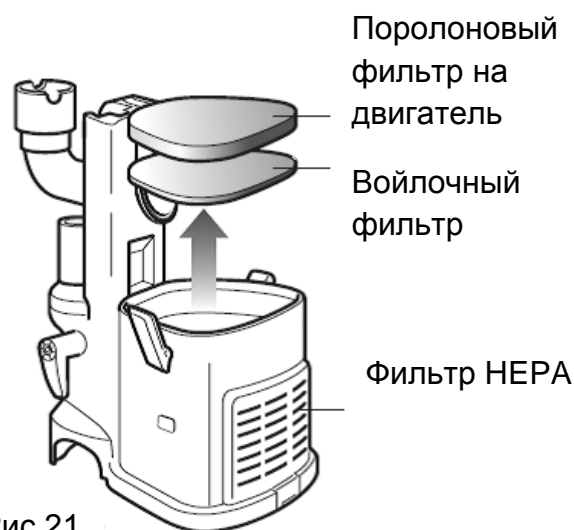

Рис.21
2. Извлечь 2 фильтра из верхней части основания двигателя (Рис.21).